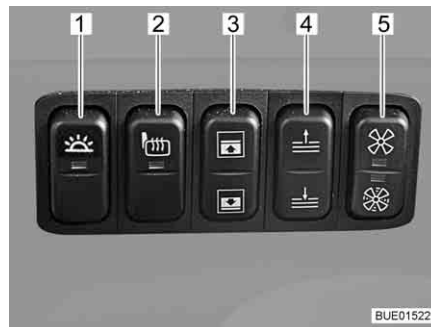

Fig. 33 Barrette d'interrupteurs Grand Panorama
- Appuyer sur l'interrupteur (Fig. 33,1) de la barrette d'interrupteurs.
- Appuyer de nouveau sur l'interrupteur (Fig. 33,1) de la barrette d'interrupteurs
- Appuyer sur l'interrupteur (Fig. 33,2) de la barrette d'interrupteurs. Le voyant de contrôle de l'interrupteur signale la marche.
- Appuyer sur la partie supérieure ou inférieure de l'interrupteur (Fig. 33,3) sur la barrette d'interrupteurs. Le pare-soleil se déplace vers le haut ou le bas tant que l'interrupteur reste pressé.
- Appuyer sur la partie supérieure ou inférieure de l'interrupteur (Fig. 33,4) sur la barrette d'interrupteurs. Le dispositif occultant du pare-brise se déplace vers le haut ou le bas tant que l'interrupteur reste pressé.
- Appuyer sur la partie supérieure de l'interrupteur (Fig. 33,5) sur la barrette d'interrupteurs. Un ventilateur souffle l'air de chauffage de l'espace habitable sur le pare-brise (niveau 1).
- Appuyer sur la partie inférieure de l'interrupteur (Fig. 33,5) sur la barrette d'interrupteurs. Un ventilateur souffle l'air de chauffage de l'espace habitable sur le pare-brise (niveau 2).